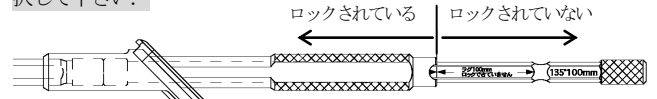
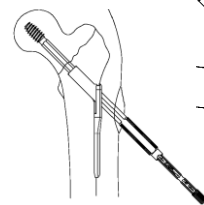

図 18
図 19
- ** 14) キード・ラグスクリューを使用の場合は、キードラグ確認用ゲージの外筒をラグスクリューフランジ面へ突き当て、中軸先端をバレル内へ突き当たるまで挿入し、キーが完全にロックしていることを確認します。(図 18) 1 面ごと各サイズに対応しているので (5 面体)、使用したキード・ラグスクリューのサイズに合せます。(図 19) キーがロックしていなかった場合は、1 サイズ上のインプラントを再選択して下さい。